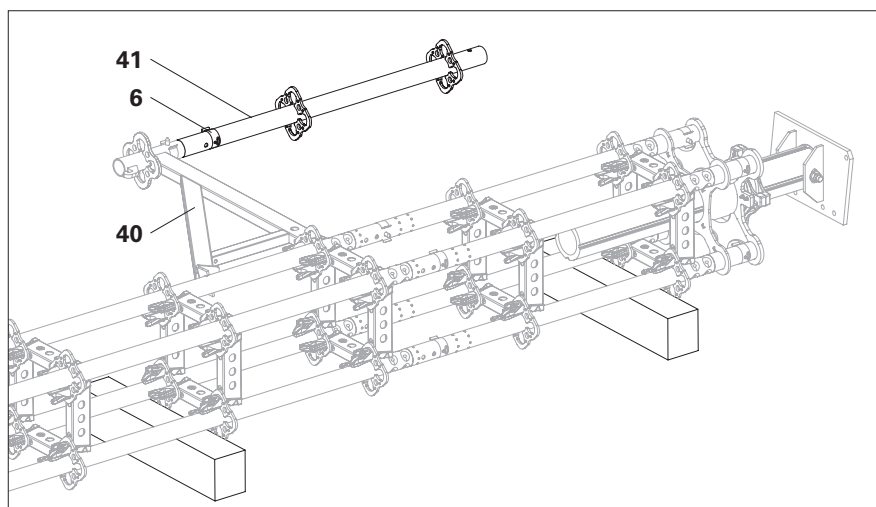

Fig. A6.05
3. Posizionare il montante superiore UVH-2 100 (**41**) come montante parapetto nella mensola UCM 75 (**40**) e bloccare con perni di bloccaggio Ø 48/57 (**6**). (Fig. A6.05)
- Il montante superiore UVH-2 100 (**41**) e la mensola UCM 75 (**40**) sono collegati saldamente con il perno di bloccaggio Ø 48/57 (**6**)? (Fig. A6.05)